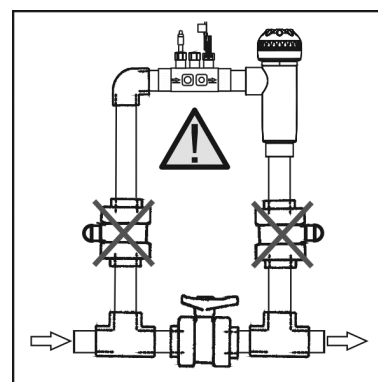

Abb. 4
1. Die zum Lieferumfang gehörende Quetschverschraubung an einem Teil der Rohrleitung anbringen, der sich am Eingang der Elektrolysezelle befindet. Die Manschette muss immer waagrecht zum Boden (siehe Abb. 4) angebracht werden.
1. Sensorhalter aus dem Lieferumfang auf ein Rohrstück am Eingang der Elektrolysezelle kleben. Der Sensorhalter muss immer waagrecht zum Boden eingebaut werden (siehe Abb. 4), so dass die Gewindeeingänge (1/2" - 3/8") für eine spätere Installation der Dosierpumpendüse und der Erdung (optional) zur Verfügung stehen.